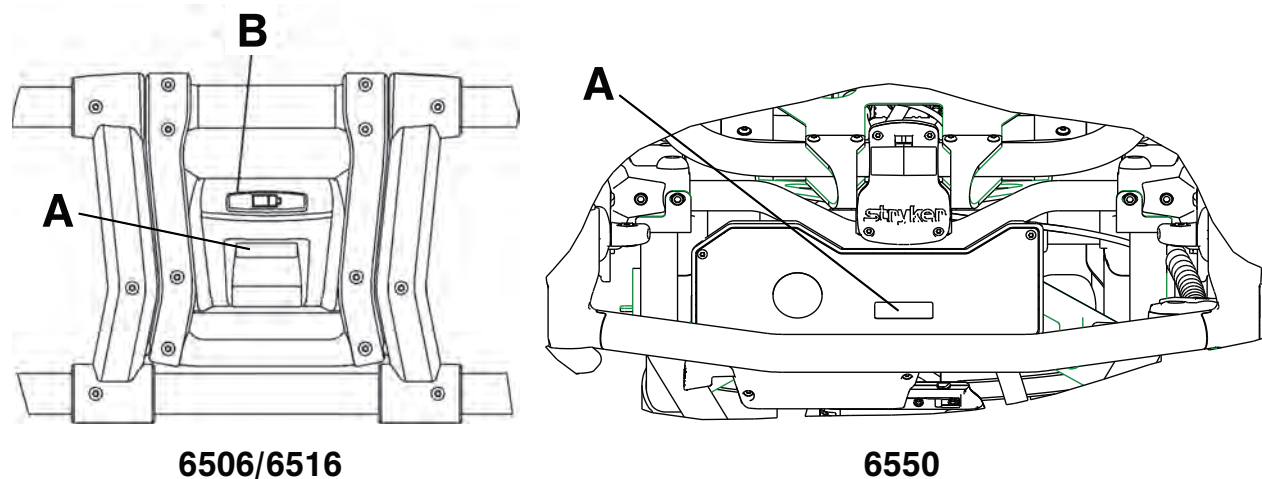

Figure 12 – Vérification du compteur d'heures (A), de l'affichage des erreurs (A), et de l'état de la batterie (B)
Utiliser le compteur d'heures (A) pour déterminer la fréquence de la maintenance préventive. Utiliser l'affichage des erreurs (A) pour le dépannage (Figure 12). L'affichage des erreurs remplace celui du compteur d'heures lorsqu'une erreur se produit.